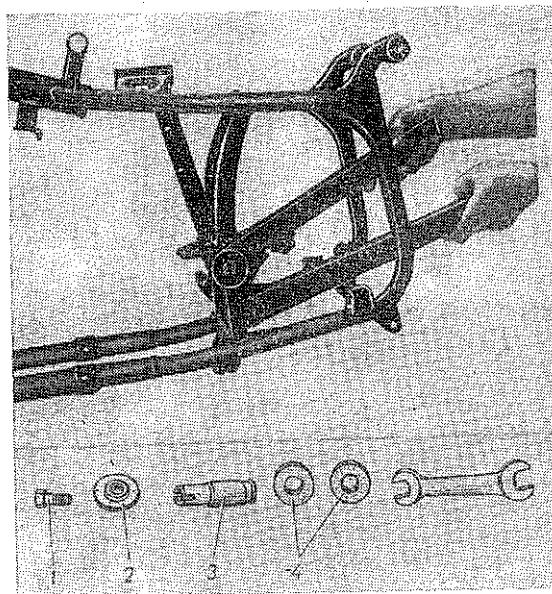

Рис. 19. Снятие и установка рычага задней подвески.
- 4) вывинтить болты 1 (рис. 19), стягивающие резиновые втулки 4, снять наружные крышки 2 и фиксирующие шайбы; вынуть наружные резиновые втулки;